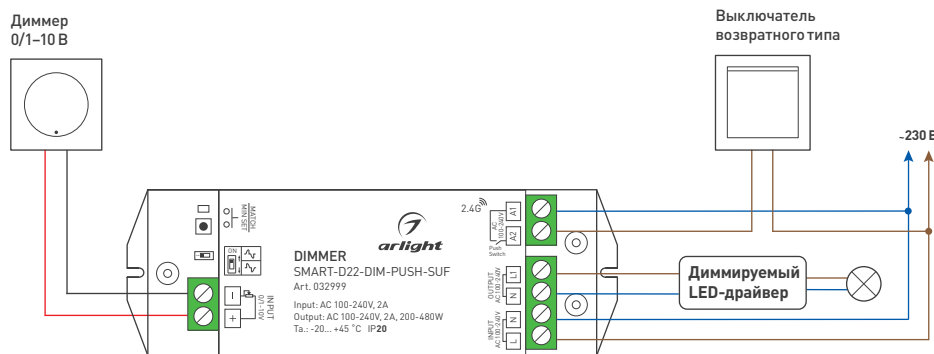

Рисунок 1. Схема подключения диммера SMART-D22-DIM-PUSH-SUF
3.2. Подключите диммер согласно схеме (рисунок 1).